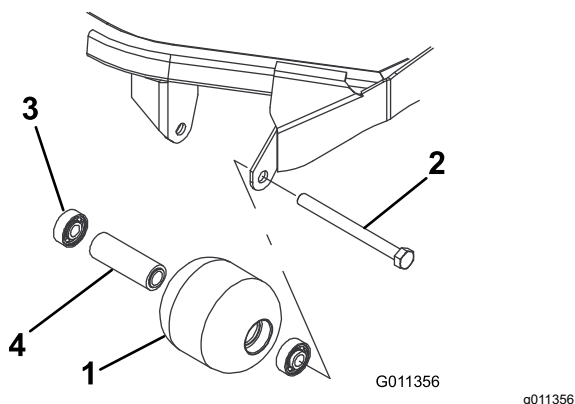

Figura 94
1. Îndepărtați urubul de montare a rolei (Figura 94).
1. Apăsai primul lagăr în carcasa rolei (Figura 94). Apăsai doar sau în mod egal pe calea de rulare interioară și exterioră.
2. Introduceți distanțierul (Figura 94).
3. Apăsai al doilea lagăr în carcasa rolei (Figura 94). Apăsai în mod egal pe calea de rulare interioară și pe cea exterioră până când calea interioară intră în contact cu distanțierul.
4. Inspectai carcasa rolei, lagărul și distanțierul lagărului pentru a observa dacă sunt deteriorate (Figura 94). Înlocuiți toate componentele deteriorate și montați-le.